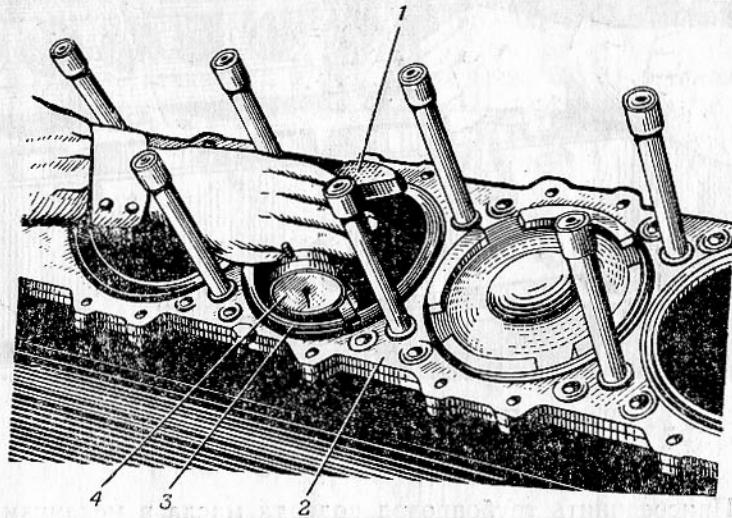

Рис. 57. Проверка превышения фланцев гильз над плоскостью рубашки цилиндров:
1. Осмотреть перепускные трубы с резиновыми уплотнительными кольцами и поверхность прокладки головки блока. Проверить (рис. 57, 58) превышение, перекос фланцев гильз относительно плоскости рубашки цилиндров и коробление головки блока (см. Технические условия, пп. а, б, в, г).